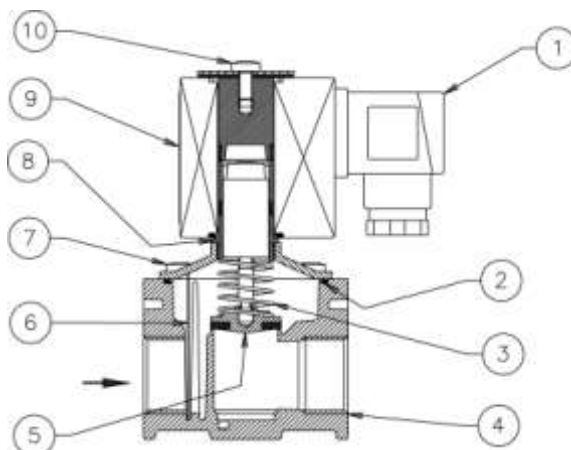

Рис. 1
Клапан (рис. 1) состоит из: электрический коннектор (1); верхнее уплотнительное кольцо (2); пружина запирающего механизма (3); корпус (4); затвор (5); фильтрующий элемент (6); крышка (7); муфта электромагнитной катушки (8); электромагнитная катушка (9); винт крепления электромагнитной катушки (10).